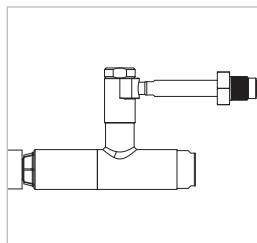

Abbildung 11
- ▶ Entlüften Sie den Steuerdruck wieder. Der Adapter zieht sich selbstständig an den Prüfling an und stellt eine druckdichte Verbindung her. (*Abbildung 11*).